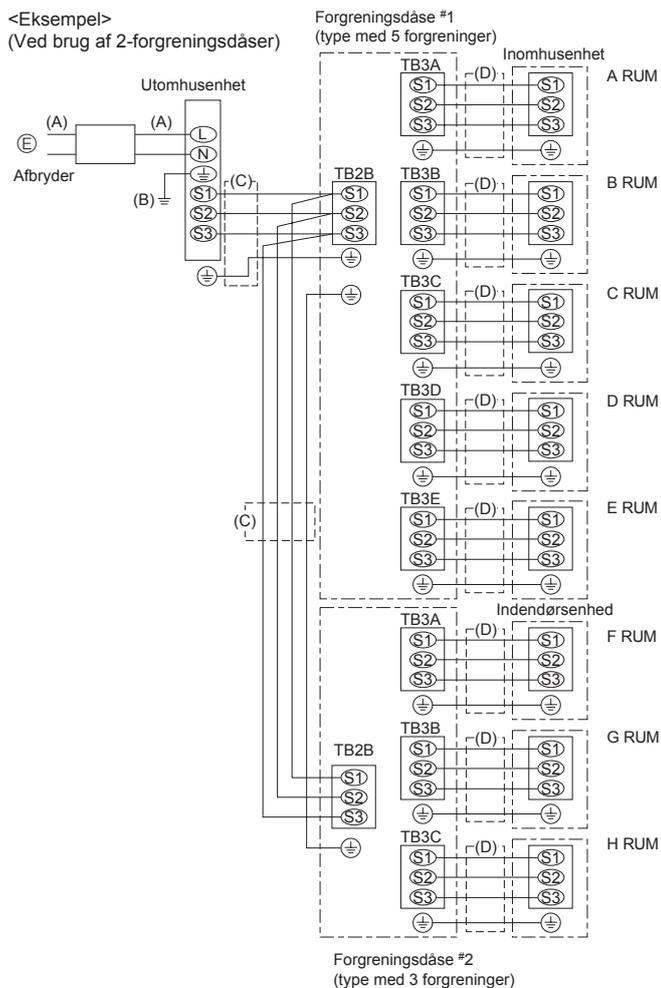

Fig. 9-6
9.2. Yttre ledningsdragning (Fig. 9-6)